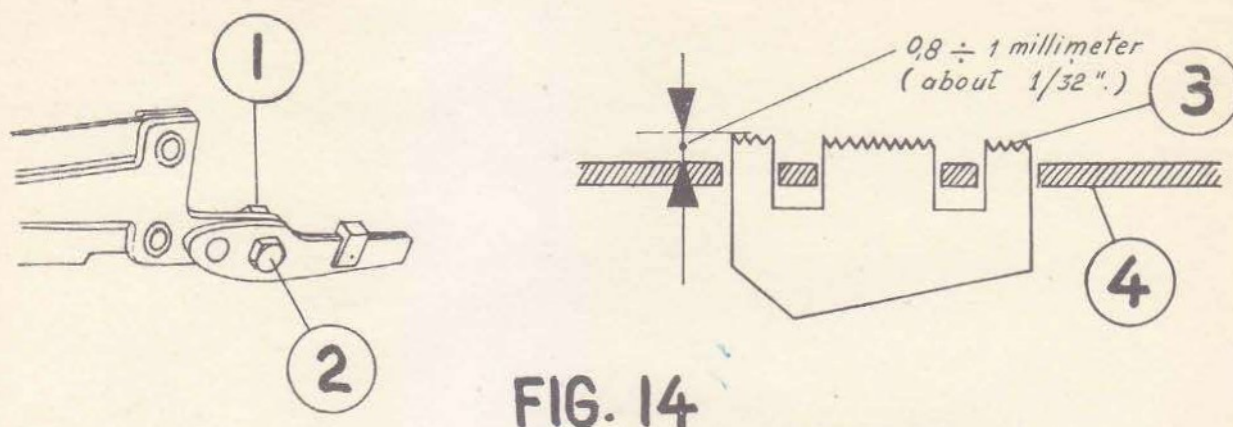

FIG. 14
11. ADJUSTING HEIGHT OF FEED DOG (Fig. 14)